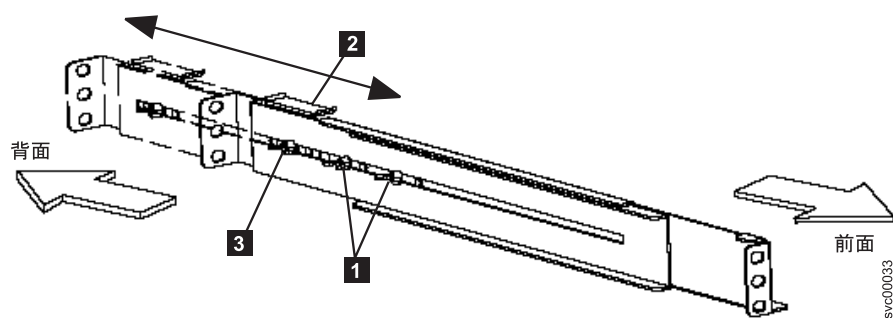

図 19. 2145 UPS-1Uでのレールの縦の長さの調整
4. 両方のレール・アセンブリーのアセンブリー・ウィング・ナット **1** (図 19) を緩め、ラックの縦の長さに合わせてレール・サイズを調整します。
5. 後部の押さえブラケット (図 19 の **2**) をレール・アセンブリーの端に位置付け、ウィング・ナット (図 19 の **3**) を締めます。